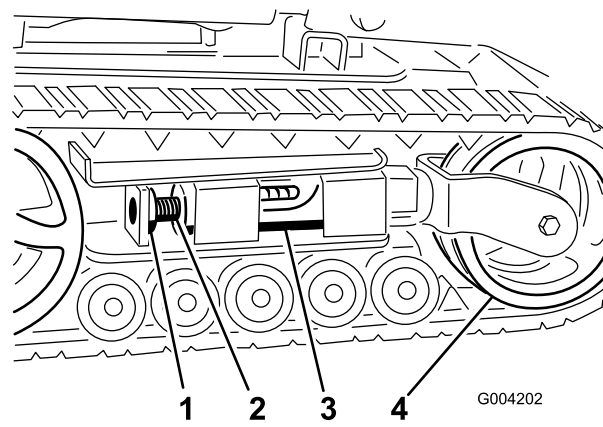
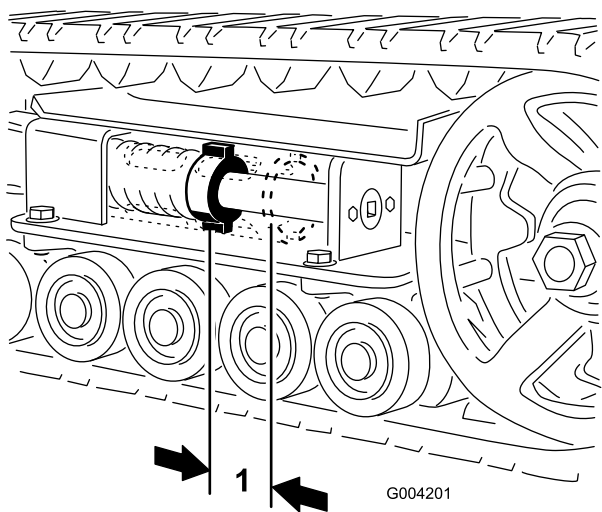
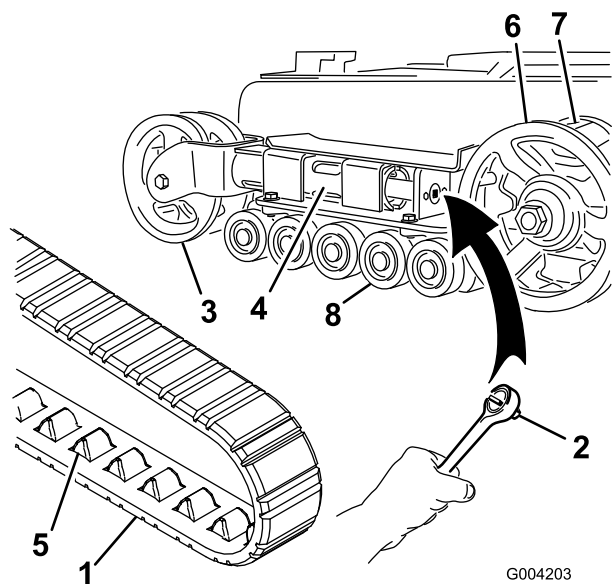
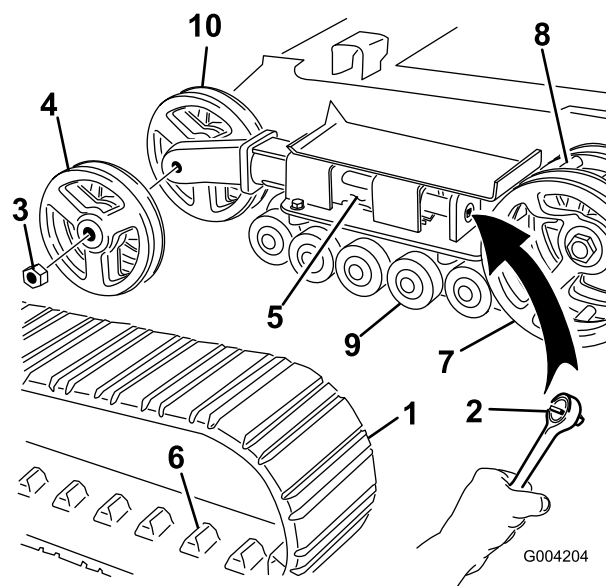

Рисунок 48
Рисунок 47
Рисунок 49
Рисунок 50
Между натяжной гайкой и задней стороной трубы натяжения должен быть зазор 7 см (Рисунок 47). Если это не так, отрегулируйте натяжение гусеницы, используя следующую процедуру:
3. Отвинтите зажимной болт и гайку (Рисунок 48).
4. Используя сменную головку размером 1/2 дюйма (Рисунок 49), поворачивайте натяжной винт против часовой стрелки до тех пор, пока расстояние между натяжной гайкой и задней стороной натяжной трубы (Рисунок 47) не станет равным 7 см.
5. Совместите ближайшую выемку в натяжном винте с отверстием в зажимном болте и закрепите винт при помощи зажимного болта и гайки (Рисунок 48).
4. Используя сменную головку размером 1/2 дюйма, ослабьте натяжение привода, вращая натяжной винт по часовой стрелке (Рисунок 48 и Рисунок 49).
5. Надавите на натяжной каток в направлении задней части тягового блока, чтобы придвинуть трубу вилки к каркасу (Рисунок 49). (Если она не касается рамы, продолжайте вращать натяжной винт до тех пор, пока труба натяжения не приблизится вплотную к раме).
7. Когда гусеница будет снята с натяжного катка, снимите ее с ведущего колеса и опорных катков (Рисунок 49).
8. Начиная с ведущего колеса, проложите вокруг него новую гусеницу, убедившись, что выступы на гусенице входят в зазор между проставками на колесе (Рисунок 49).
9. Протолкните гусеницу под опорные катки и одновременно между ними (Рисунок 49).
11. Поворачивайте натяжной винт против часовой стрелки до тех пор, пока расстояние между натяжной гайкой и задней стороной трубы вилки (Рисунок 47) не станет равным 7 см.
4. Используя сменную головку размером 1/2 дюйма, ослабьте натяжение привода, вращая натяжной винт по часовой стрелке (Рисунок 48 и Рисунок 50).
5. Надавите на натяжной каток в направлении задней части тягового блока, чтобы придвинуть трубу натяжения к раме (Рисунок 50). (Если она не касается рамы, продолжайте вращать натяжной винт до тех пор, пока труба натяжения не приблизится вплотную к раме).
6. Отвинтите гайку, которая крепит внешний натяжной каток, и снимите каток (Рисунок 50).
7. Снимите гусеницу (Рисунок 50).
8. Отвинтите гайку, которая крепит внутренний натяжной каток, и снимите каток (Рисунок 50).
12. Установите внутренний натяжной каток и закрепите его отвинченной ранее гайкой (Рисунок 50).
14. Установите новую гусеницу, убедившись, что выступы на гусенице входят в зазор между проставками в средней части ведущего колеса (Рисунок 50).
15. Установите внешний натяжной каток и закрепите его отвинченной ранее гайкой (Рисунок 50).
17. Вращайте натяжной винт против часовой стрелки до тех пор, пока расстояние между натяжной гайкой и задней стороной трубы натяжения (Рисунок 47) не станет равным 7 см.